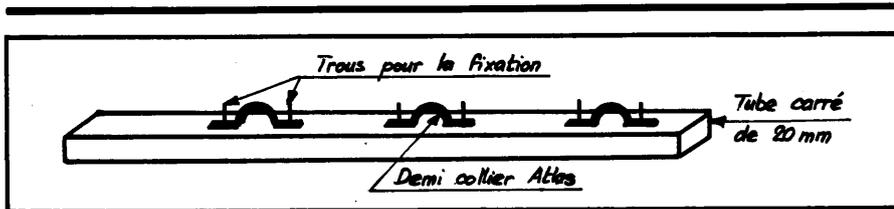

Fig. 4. — Détail de la fixation des éléments.
**4ème montage:** en remplaçant le voyant par un permutateur K lumineux genre commutateur téléphonique, l'utilisateur peut inverser la polarité par pression sur le voyant KL provoquant l'extinction de L et l'alimentation correcte (fig. 4). ◀